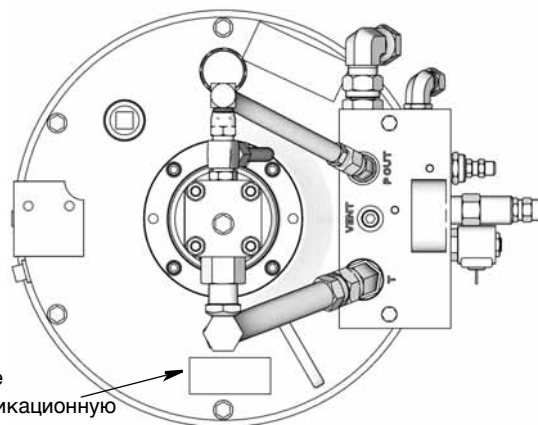
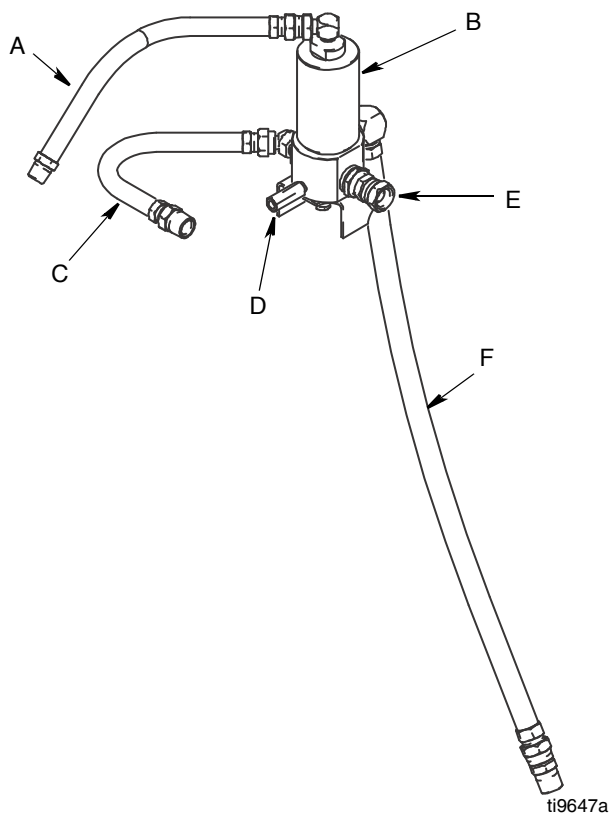
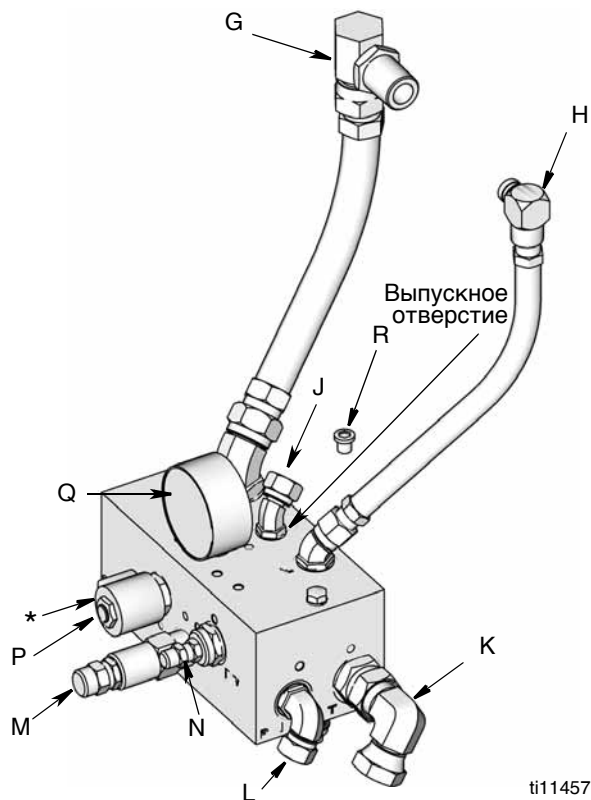

Рис. 2
Рис. 5
Рис. 6
1. Установите насос (D) на резервуар (P).
2. Снимите фитинг гидравлического регулятора (J) выпускного клапана и установите вместо него заглушку (R) (Рис. 6, стр. 9).
3. Установите гидравлический регулятор на резервуар (P).
4. Подключите трубопровод (G) бака к насосу (D).
5. Подключите гидравлический трубопровод высокого давления (H) к насосу (D).
7. Наклейте на оборудование этикетку с номером модели, как показано на Рис. 2.
(Если не указано иное, см. Рис. 5 и Рис. 6 на стр. 9.)
1. Закрепите регулятор на прочной ровной поверхности согласно рекомендуемой схеме (см. рис. 2 на стр. 8).
2. Подключите трубопровод бака насоса (G) к гидравлическому выпускному отверстию насоса.
3. Подключите соединение гидравлического регулятора (J) выпускного клапана к трубопроводу гидравлического регулятора (A).
4. Подключите гидравлический трубопровод насоса высокого давления (H) к гидравлическому входному отверстию насоса.
5. Подключите гидравлический трубопровод подачи высокого давления к гидравлическому соединению высокого давления (L), а трубопроводы бака — к гидравлическому соединению (K) бака.
6. Подключите трехходовой электромагнитный клапан (P) к таймеру.